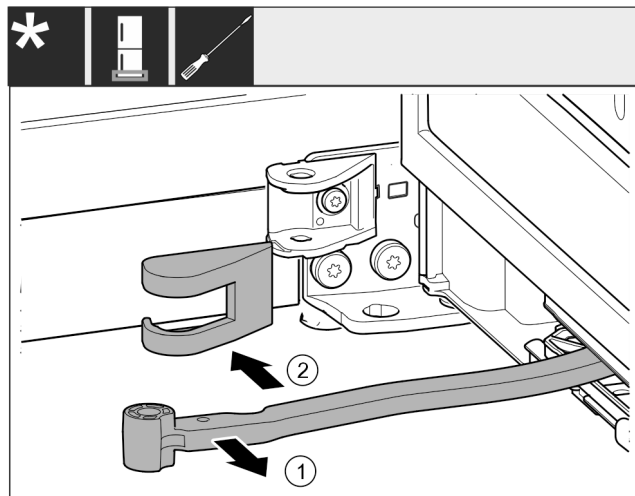

Fig. 16
- Ktheni menteshën Fig. 16 (1) në drejtimin e derës.
- Largoni kapakun mbulues të bazamentit mbështetës Fig. 16 (2).